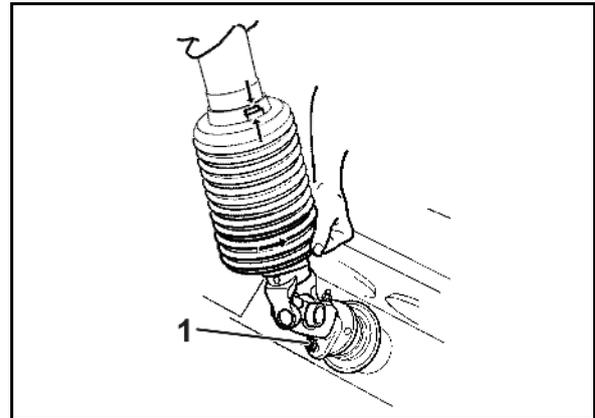

Fig. 96
2. Federn (Fig. 96/1) durch Lösen der Muttern (Fig. 96/2) entlasten.